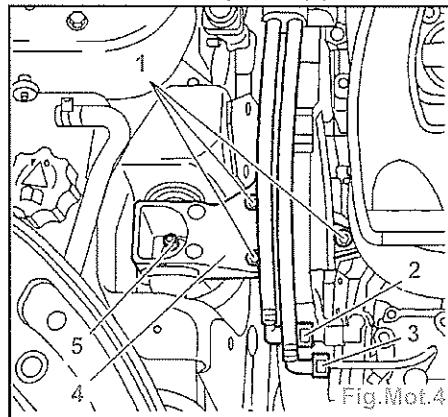

Fig.Mot.4
- la durite d'arrivée gazole (2) (Fig.Mot.4),
- la durite de retour gazole (3).